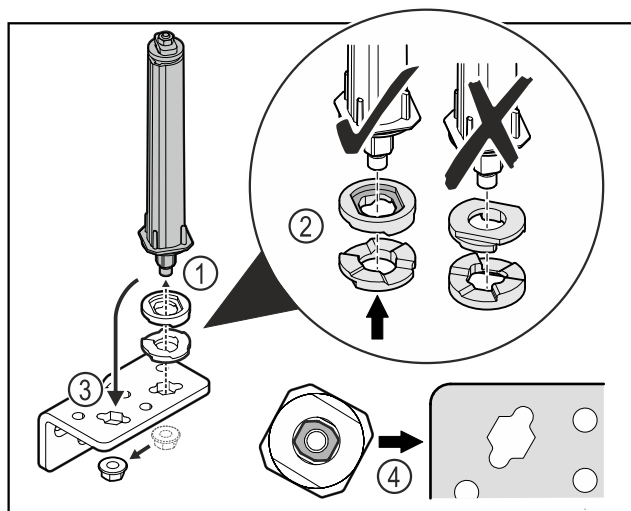

Fig. 46
- ▶ Odkręcić nakrętkę i wyjąć system blokujący drzwi Fig. 46 (1).
- ▶ Zwracać uwagę na prawidłowe ustawienie podkładek do regulacji wysokości Fig. 46 (2).
- ▶ Przełożyć system blokujący drzwi w zawiasie i zamocować nakrętką Fig. 46 (3).
- ▶ Przy wkładaniu zwracać uwagę na prawidłowe ustawienie systemu blokującego drzwi Fig. 46 (4).